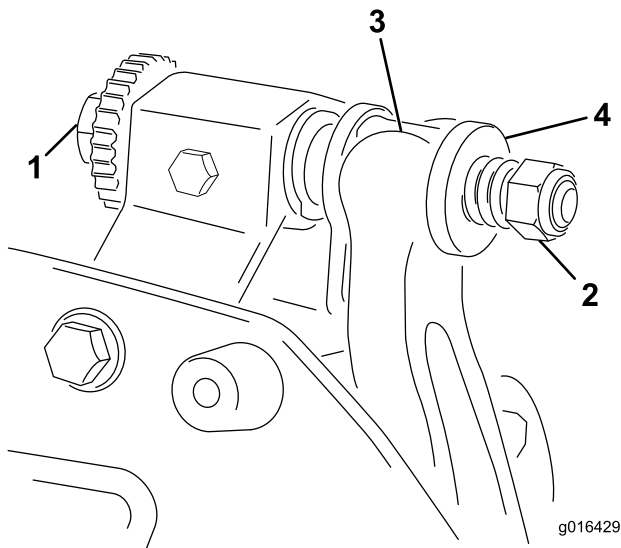

Bild 18
1. Drehen Sie die Einstellschrauben des Untermesserträgers nach links, damit sich der Abstand zwischen Untermesser und Spindel vergrößert (Bild 18).
2. Drehen Sie die Federspannungsmutter so weit hinaus, bis die Scheibe nicht mehr gegen den Untermesserträger angespannt ist (Bild 18).